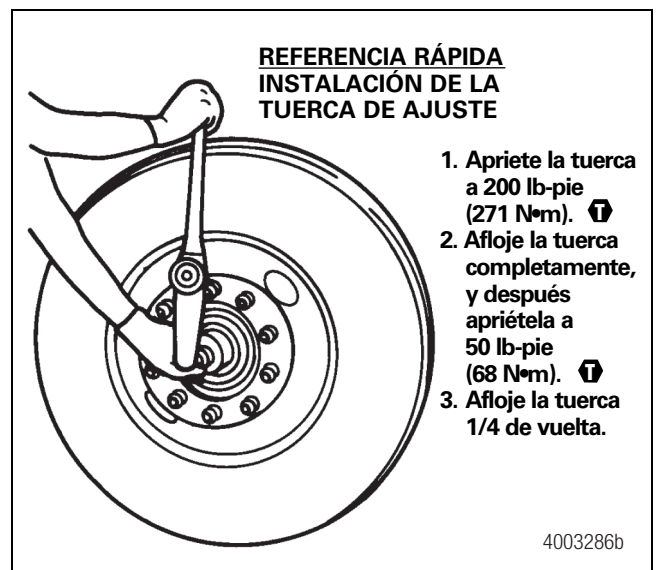

Figura 10.5
1. Instale la tuerca de ajuste de modo que el pasador de la tuerca apunte en dirección opuesta al equipo del extremo de rueda. Apriete la tuerca a 200 lb-pie (271 N•m) mientras gira el extremo de rueda en ambas direcciones. Figura 10.5. 🔩